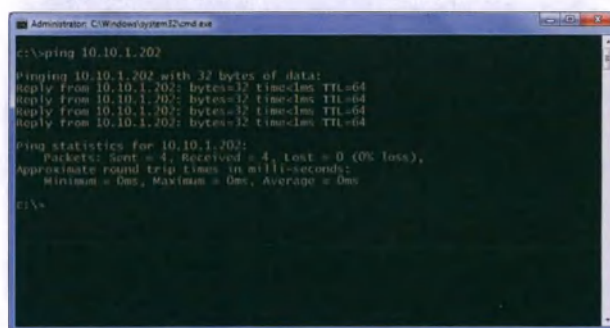

Рис. 80: Аппарат доступен. Все в порядке.
5. Проверьте результат. Если аппарат доступен, результат будет как на Рис. 80. Это требуемое состояние.